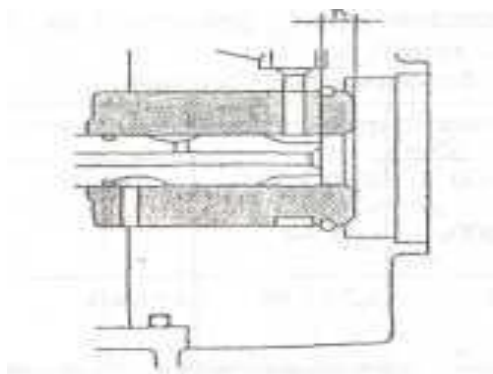

Рис.63. Размер "K"
1. Размер "K" есть расстояние от торца втулки плунжера до торца плунжера при положении плунжера в нижней мертвой точке (рис.63). 2. Установите плунжер вместе с прокладкой (43), шайбой (44), седлом пружины (45) и прокладкой (52) на кулачковой шайбе (29).